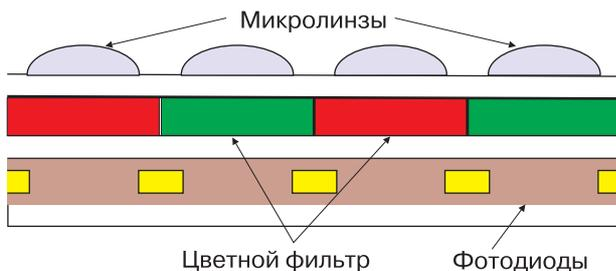

Рис. 1. Устройство CMOS-датчика изображения
На рис. 1 показана упрощенная конструкция типового цветного CMOS-датчика. На кремниевой подложке расположены светочувствительные элементы (фотоэлементы), цветные светофильтры и миниатюрные линзы (микролинзы). Поток света, проходя через микролинзы, разделяется с помощью цветных светофильтров на красную (R), зеленую (G) и синюю (B) составляющие, попадающие затем на светочувствительные элементы, в качестве которых используются полупроводниковые кремниевые структуры р- и n-типа. Светочувствительные элементы обладают свойством фотоэффекта. Фотоны, попадая на фотоэлемент, выбивают электроны, находящиеся на валентных орбитах атомов кремния.